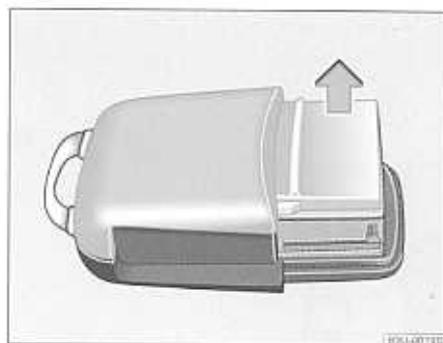

Fig. 20: Carcasa de pila sin la tapa de la llave.
- Retire la tapa de la carcasa de la emisora → fig. 20 en la dirección de la flecha.